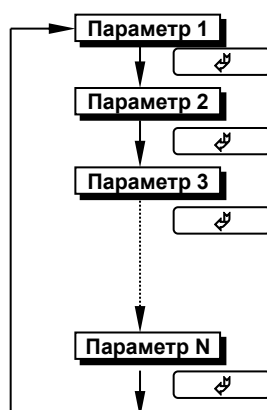

Рисунок 4.5.3 – Діаграма вибору параметрів на кожному рівні
• Щоб вибрати параметри на кожному рівні, натисніть клавiшу [↵] (Рисунок 4.5.3). При кожному натисканні клавiшi [↵] відбувається перехід до наступного параметра.